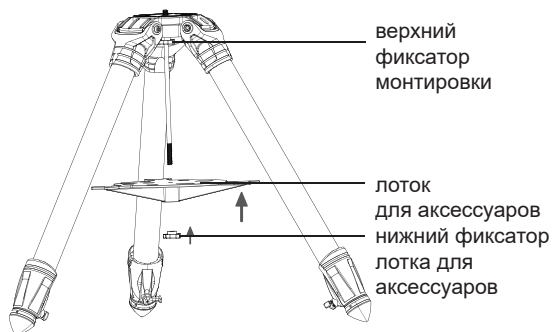
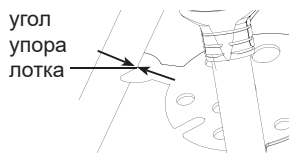

Рис. 1.1c
Рис. 1.1d
2. Установите лоток для аксессуаров и нижний фиксатор на центральном стержне (рис. 1.1c). Убедитесь, что угол каждого упора лотка расположен напротив ножки треноги. Несильно затяните нижний фиксатор таким образом, чтобы впоследствии можно было затянуть верхний фиксатор (рис. 1.1d).